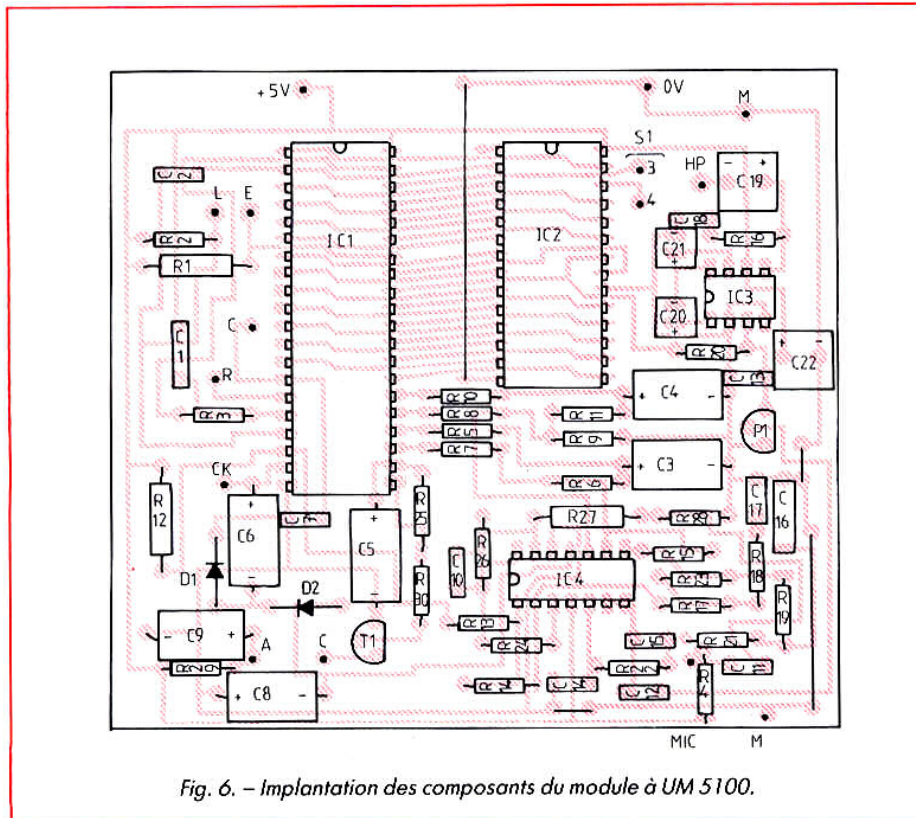

Fig. 6. - Implantation des composants du module à UM 5100.
- ajoutez deux résistances de 10 k Ω entre les points E et L et le + 5 V. Aidez-vous pour cela du plan d'implantation de la nouvelle version de ce montage, visible figure 6 ;
dications de la figure 6. Veillez tout de même à ne pas vous tromper dans les résistances et condensateurs, assez nombreux et proches.